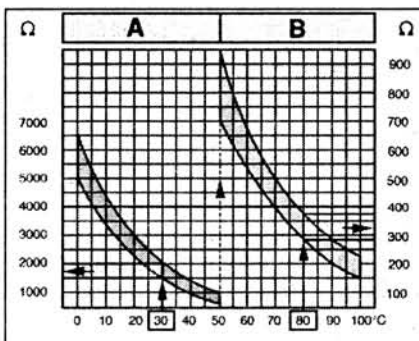

Рис. 3.30. Диаграмма для определения сопротивления между разъемами проводки топливного насоса в зависимости от температуры.
10. Заданное значение сопротивления показано на рис. 3.30. Площадь А показывает сопротивление в температурном диапазоне 0-50 °C, площадь В – сопротивление в температурном диапазоне 50-100 °C. Например, температура 30 °C соответствует сопротивлению 1500-2000 Ом, температура 80 °C – сопротивлению 275-375 Ом.